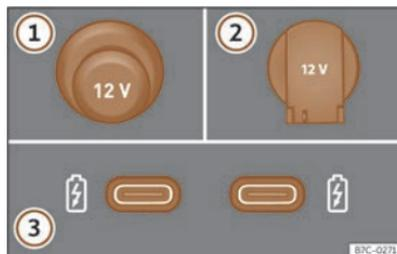

Fig. 151 Prese di corrente da 12 volt del veicolo.
>>> **fig. 151**
A seconda del paese e dell'attrezzatura, il veicolo può essere dotato anche di connettori USB con funzione **esclusiva di ricarica o presa elettrica** >>> **fig. 151** ③.